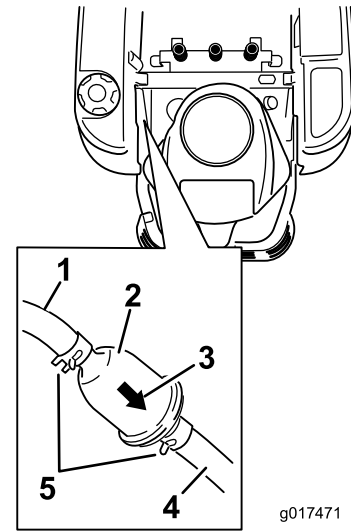

Figura 45
3. Localice el filtro de combustible en el lado izquierdo del motor, según se muestra en Figura 45.
4. Apriete los extremos de las abrazaderas y deslícelas por el tubo alejándolas del filtro (Figura 45).
6. Instale un filtro nuevo – la flecha que indica el sentido de flujo debe apuntar hacia el motor. Acerque las abrazaderas al filtro (Figura 45) para sujetar éste.